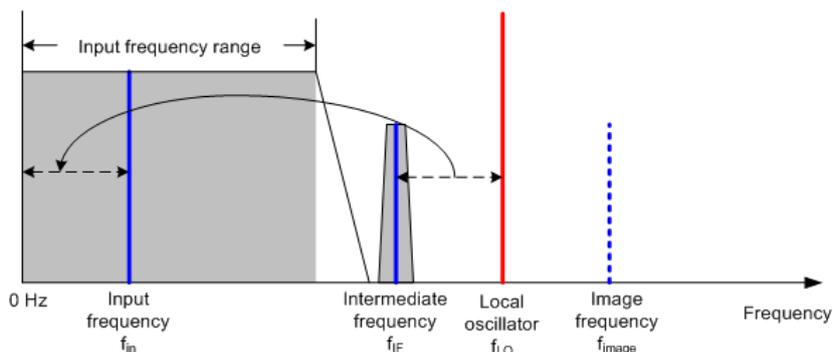

Figure 11-3 : Processus de mélange
Le mélangeur convertit le signal RF en une fréquence intermédiaire fixe (FI). Ce processus associe généralement plusieurs étages. Cela met du temps jusqu'à ce que vous obteniez une fréquence intermédiaire, pour laquelle de bons filtres à bande étroite sont disponibles. Le R&S FSH a besoin de trois étages mélangeurs pour obtenir une fréquence intermédiaire, que le filtre est capable de traiter. La Figure 11-3 montre une représentation graphique du processus de mélange.